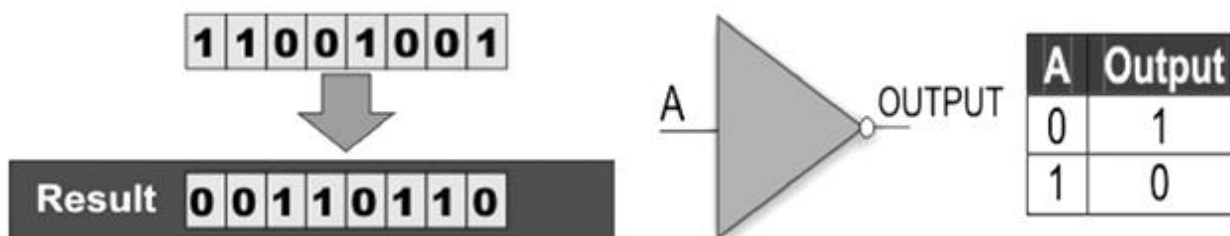

Рис. 1.16 Логический элемент НЕ
Логика работы элемента НЕ (рис. 1.16) предельна проста. У него всего один вход и выход. Если на вход поступает ноль (0), то на выходе будет единица (1), и наоборот. Это значит, что элемент НЕ инвертирует сигнал, поступающий на вход, поэтому данный элемент называют инвертором.